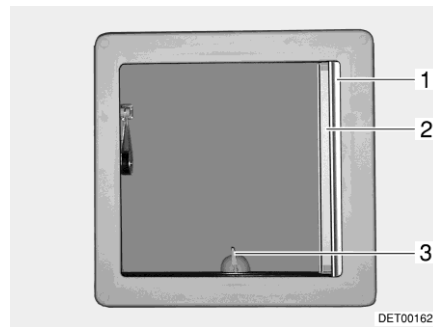
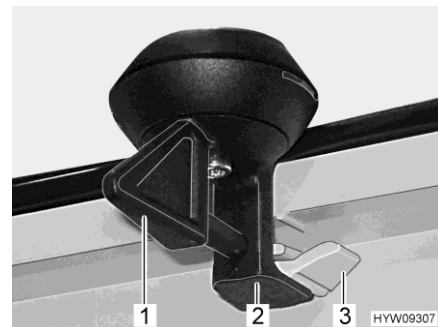

Fig. 80 Oblò inclinabile
Fig. 81 Bloccaggio (oblò inclinabile)
- Ruotare la leva (Fig. 80,3 o Fig. 81,1) di un quarto di giro.
- Girare la leva di un quarto di giro. Il bloccaggio (Fig. 81,2) deve entrare nell'aggancio inferiore (Fig. 81,3).
- Tirare la tendina oscurante pieghevole (Fig. 80,1) fino alla posizione desiderata e rilasciare. La tendina oscurante pieghevole rimane in questa posizione.
- Estrarre la zanzariera a rullo (Fig. 80,2) fino a quando non scatta il bloccaggio dalla parte opposta.